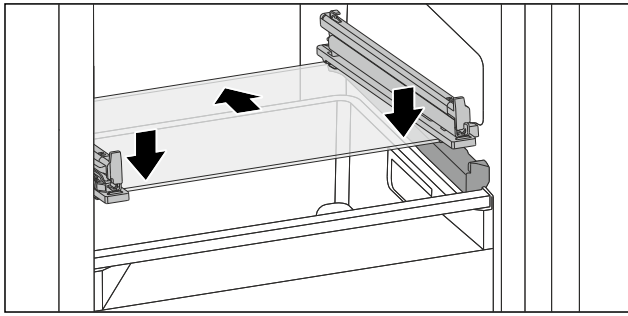

Fig. 121 A lebillenthető fiók üveglapja
- ▶ Helyezze a fiókot ferdén az ütközők mögé. (lásd Fig. 121)